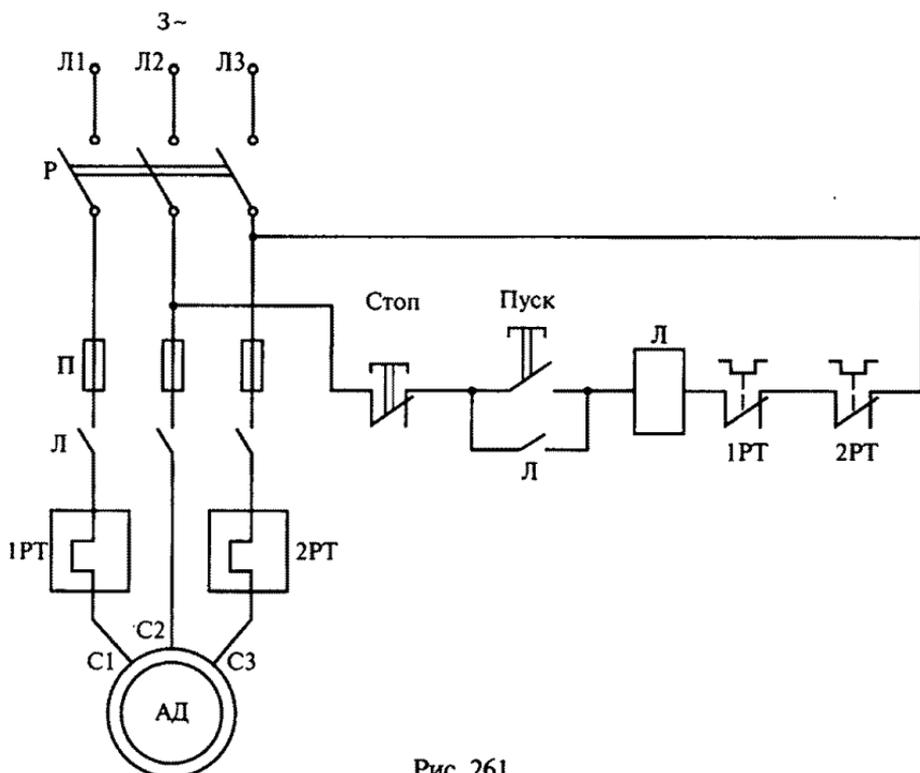

Рис. 261
11.26. Какие виды защит предусмотрены в схеме нереверсивного магнитного пускателя, представленной на рис. 261? (Указать неправильный ответ.)
11.27. Какого типа блок-контакт контактора К в схеме нереверсивного магнитного пускателя на рис. 261?